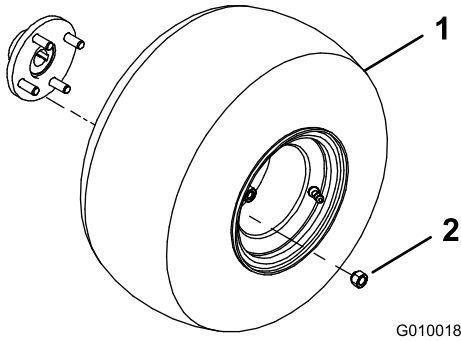

图 3
2. 将车轮总成安装到各个后轮轮毂图 3。
3. 安装车轮螺母图 3 并上紧扭矩至 6175N·m。